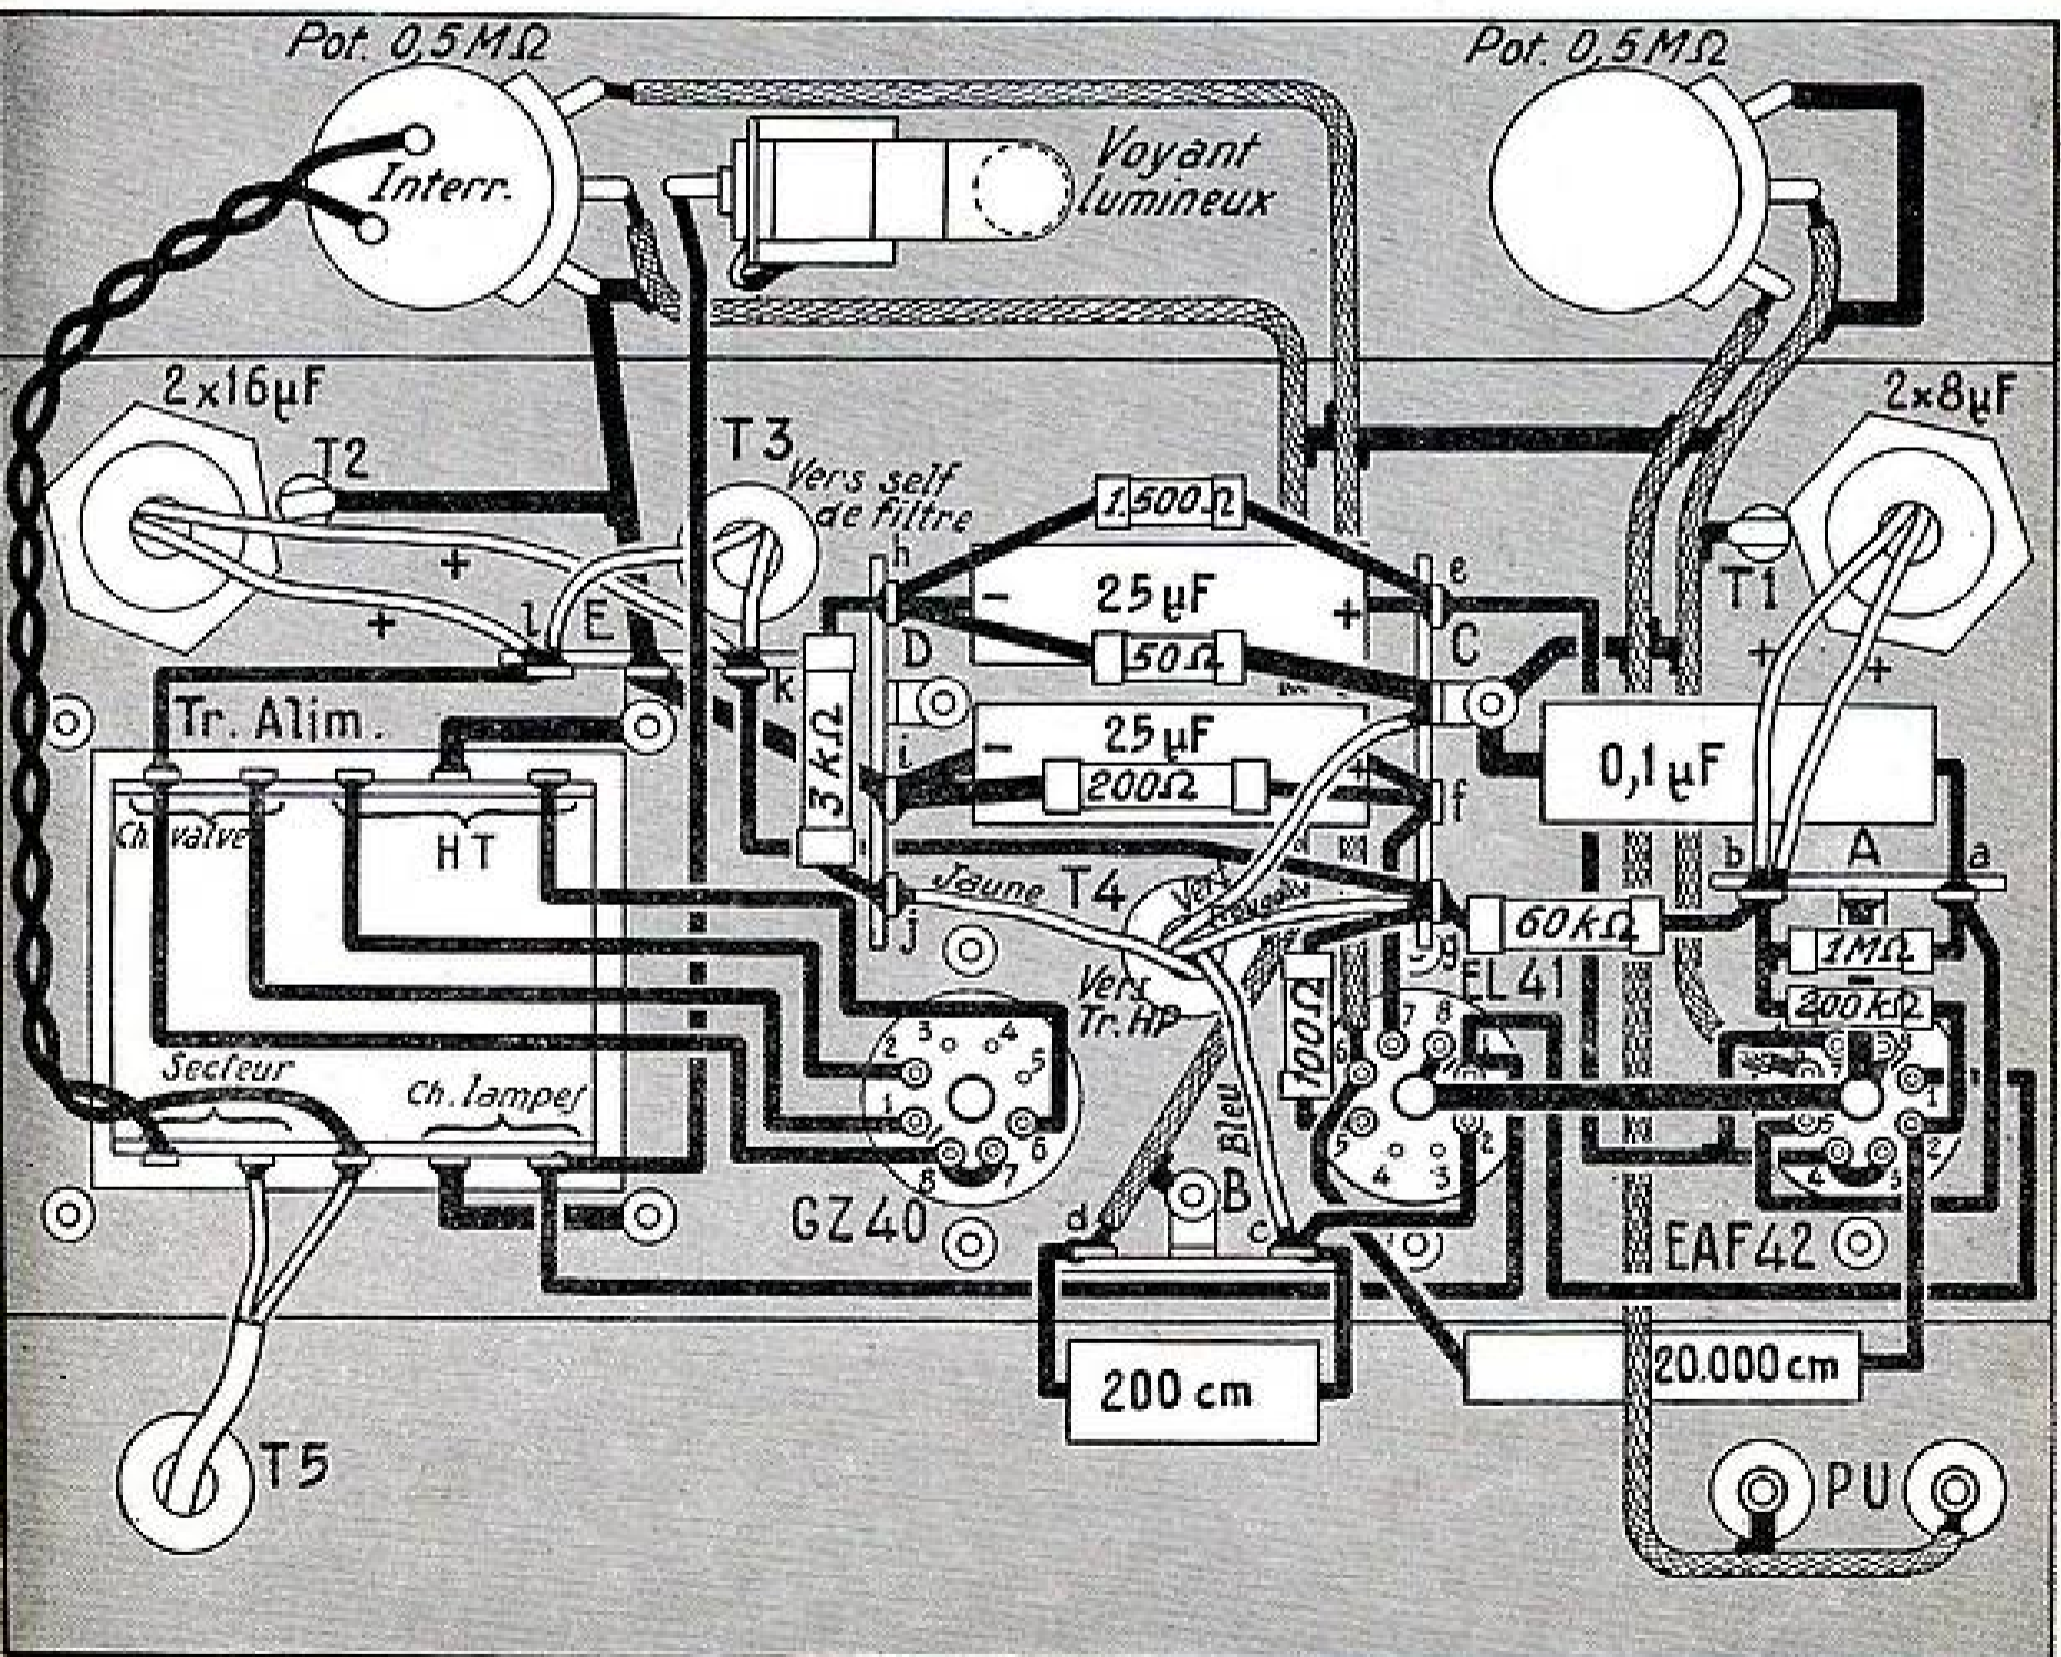

Fig. 3
#### Le câblage. (Figure 3.)
- 1 châssis selon figure 3.